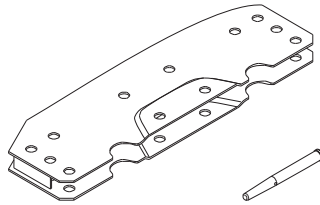

Fig. D2.01
- comme fixation filière universelle pour contreventements obliques. (Fig. D2.01)